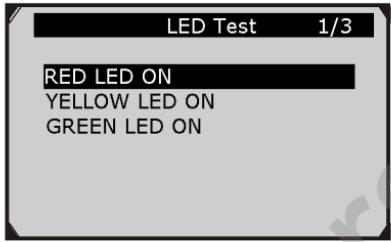

Рис. 3.11
- 2) В меню **LED Test** воспользоваться кнопками прокрутки **UP/DOWN**, чтобы выбрать один или несколько индикаторов СИД для проверки. Индикатор СИД должен включиться или выключиться в соответствии с командой управления (рис. 3.11).